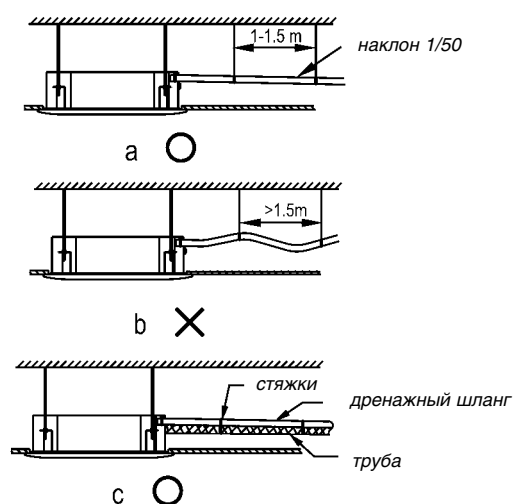

Рис. 28
- Чтобы конденсат не затекал обратно в кондиционер после его выключения, дренажный шланг должен быть слегка наклонен вниз наружу (от кондиционера) под углом около 1/50 (2 см понижения на 1 м длины шланга). На шланге не должно быть подъемов и петель (рис. 28–а).
- В процессе подключения дренажного шланга не тяните за него, чтобы не сместить кондиционер. Через каждые 1–1,5 м нужно закрепить шланг, чтобы он не провисал (рис. 28–б). Вместо этого можно скрепить шланг с жесткой соединительной трубой (рис. 28–с).